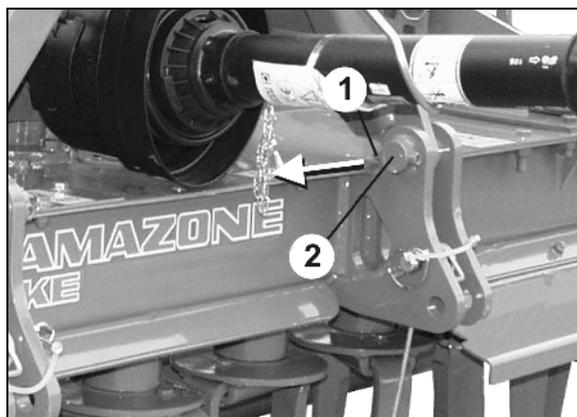

Fig. 35
1. Nos pontos de aparafusamento das peças de acoplamento, soltar de ambos os lados o aparafusamento (Fig. 35/1) e percutir a cavilha (Fig. 35/2) para dentro.